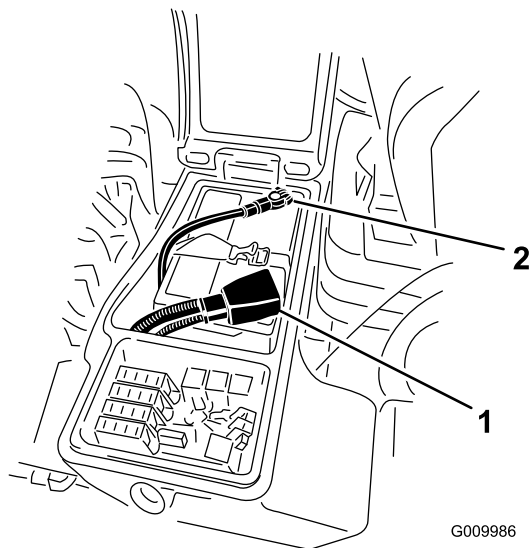

図 59
3. バッテリーのマイナス-端子からマイナスケーブル黒を外し、次に、プラス+端子からプラスケーブル赤を外す 図 59。
6. 赤いケーブルをバッテリーの端子に、黒いケーブルはバッテリーの端子に固定する 図 59